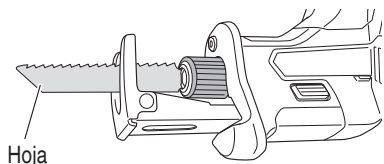

Fig. 8
- (2) La hoja se bloqueará en su lugar cuando suelte el sujetador de la hoja. La hoja se puede colocar hacia arriba o hacia abajo según la operación. (Fig. 8)